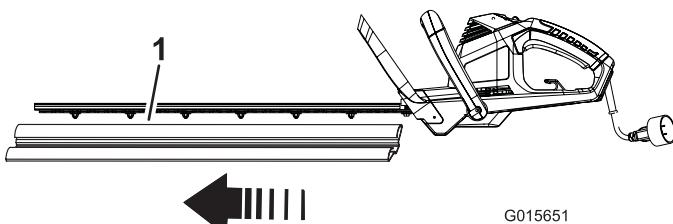

Figure 2
- Enlevez le couvercle de protection qui recouvre les lames (Figure 2).